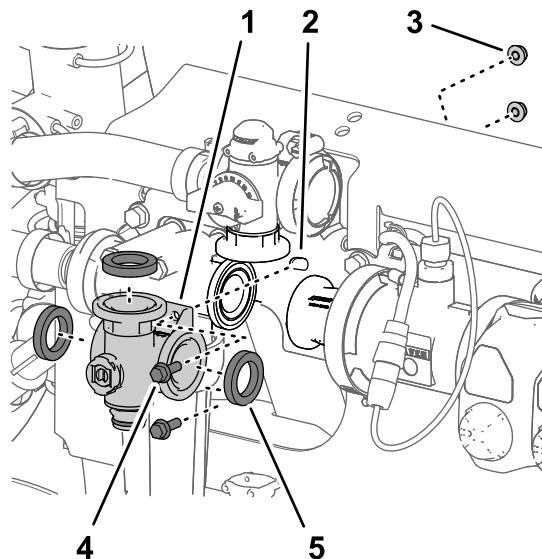

Рисунок 124
4. Снимите коллектор клапана перемешивания и прокладки с машины (Рисунок 124).
3. Выверните 2 болта с фланцем ($\frac{1}{4} \times \frac{3}{4}$ дюйма) и 2 фланцевые контргайки ($\frac{1}{4}$ дюйма), с помощью которых коллектор клапана перемешивания подсоединен к опоре клапана (Рисунок 124).